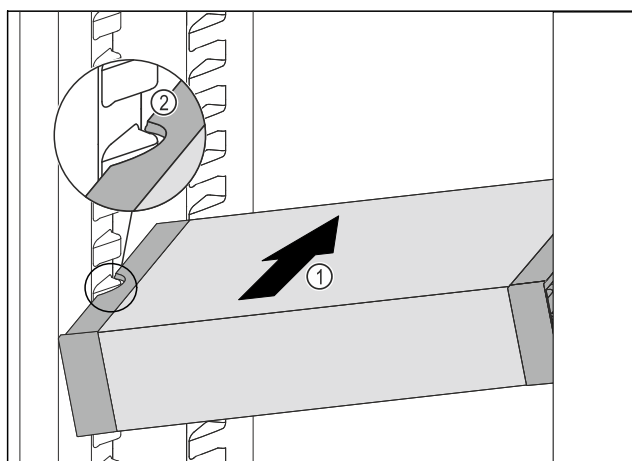

Fig. 47
- Вдвигайте VarioSafe под наклоном в холодильное отделение Fig. 47 (1), пока боковые выемки Fig. 47 (2) VarioSafe не окажутся на высоте выступа резервуара в холодильном отделении.